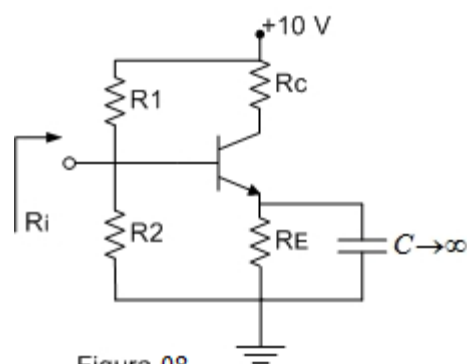

Figura 08
09. A impedância de entrada “Ri”, para um sinal alternado, no circuito da figura 08, pode ser calculada aproximadamente por